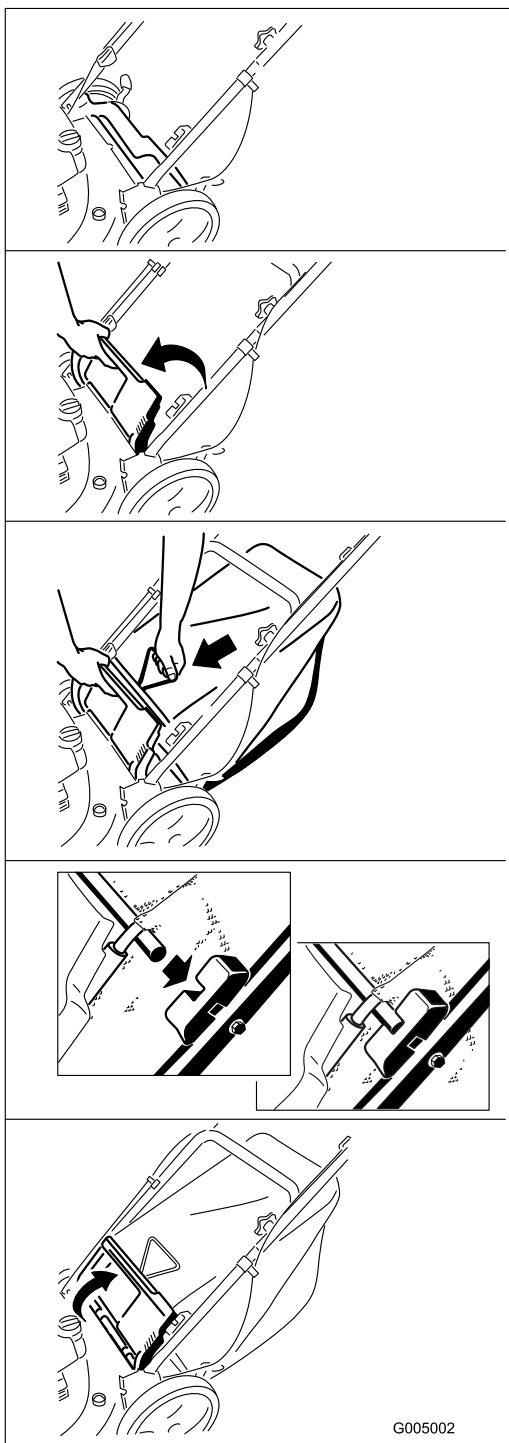

Figura 15
2. Instale la bolsa de recortes (Figura 15).